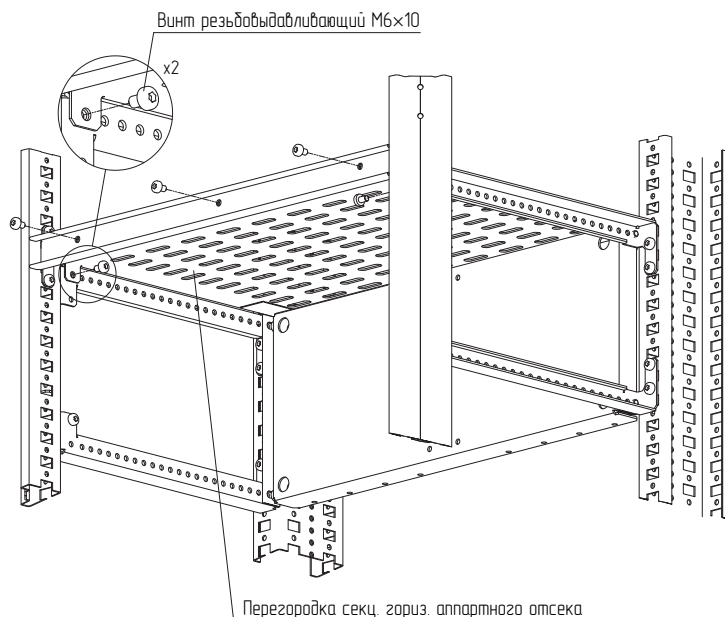

Рисунок 141
4.47.3 Установить перегородку секционирования горизонтальную аппаратного отсека на траверсы горизонтальные для стационарных МП и закрепить винтами М6×10 (Рисунок 141). Момент затяжки – 7 Н·м.
Примечание – Прислонить планку разделения секционных дверей к перегородке секционирования горизонтальной аппаратного отсека так, чтобы отверстия планки совпали с отверстиями перегородки и закрепить винтами М6×10 (рисунок 141, 142). Момент затяжки – 7 Н·м.